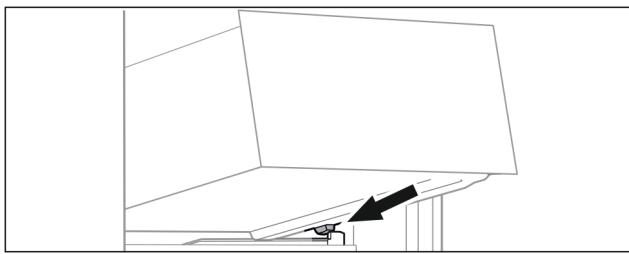

Fig. 23
- Наклоняя вниз, установите выдвижной ящик за стопоры на контейнерное ребро. (см. Fig. 23)